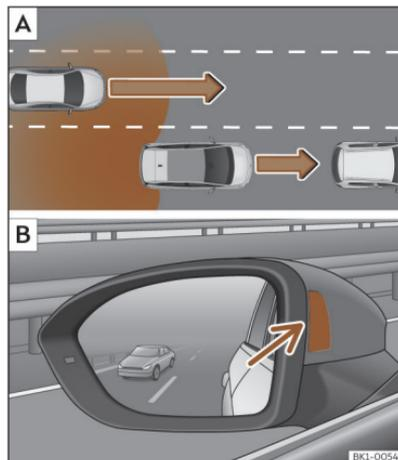

Fig. 139 Representación esquemática: **A** Adelantamiento con tráfico en la parte trasera. **B** Indicación del asistente de cambio de carril en el lado izquierdo.
En las siguientes situaciones se muestra una indicación en el testigo de control >>> **fig. 139 B** (flecha) o >>> **fig. 140 B** (flecha):
- Cuando se es adelantado por otro vehículo >>> **fig. 139 A**.